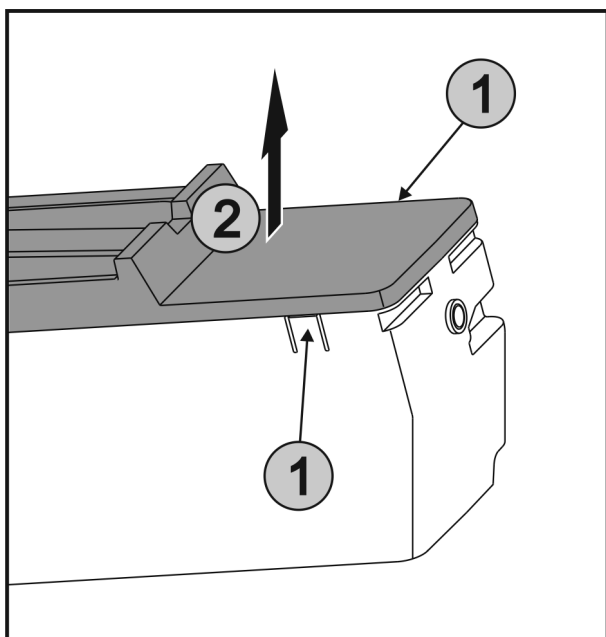

Fig. 55
- ▶ Одновременно нажать на накладки Fig. 55 (1) на обеих сторонах EasyTwist-Ice и снять крышку Fig. 55 (2) движением вверх.